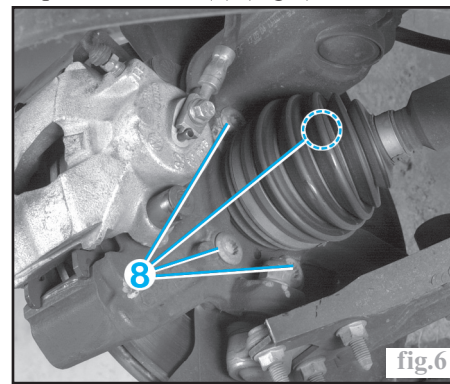

fig.6
Déposer les 4 vis (8) (Fig.6).
- La tôle calorifuge (Fig.6, chapitre "BVM à 6 rapports").